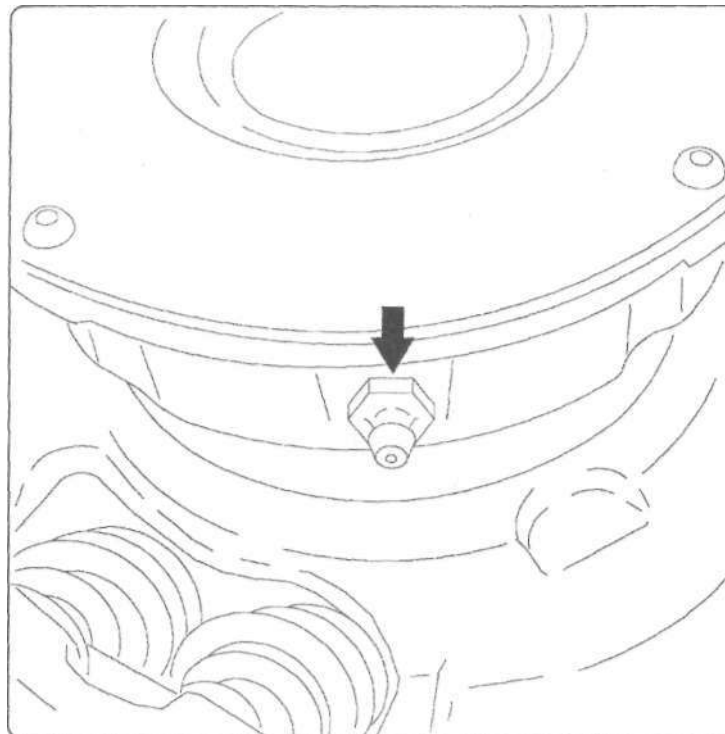

Рис. 11. Штуцер, через который производится нагнетание смазки в выжимной подшипник.
- Очистите от грязи штуцер, через который будет нагнетаться смазка (см. рис. 11). Нагнетайте рекомендуемый тип смазки с помощью смазочного пистолета до тех пор, пока излишек смазки не начнет выдавливаться из задней части выжимного подшипника (в направлении трансмиссии).